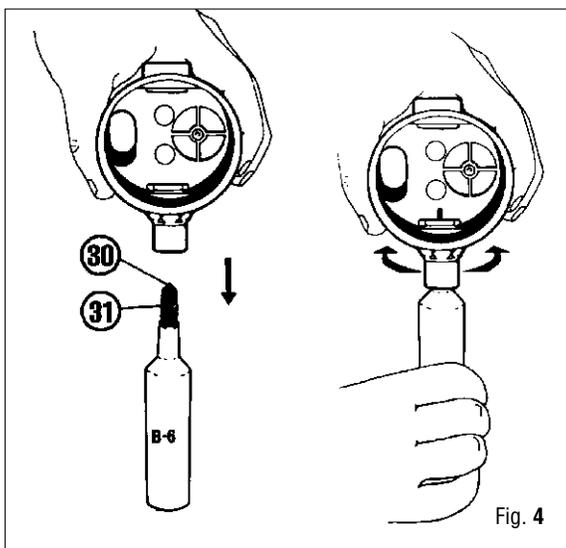

Fig. 4
7. Vuelva a montar correctamente hasta el tope el portapastilla (92) en la varilla de la válvula de la segunda etapa (30) y posicione la pastilla de goma (47).
8. Posicione en la herramienta especial (B-6) la válvula de la 2ª etapa completa y su muelle correspondiente (31).
9. Ejerciendo una ligera presión, posicione correctamente la válvula de la 2ª etapa con su muelle correspondiente en el manguito de la boca de la caja de la 2ª etapa. (Fig. 4)
PARA OBTENER UNA CORRECTA POSICIÓN DE LA VÁLVULA DE LA SEGUNDA ETAPA SE ACONSEJA ROTAR LA INSERCIÓN PORTALEVA (91) HACIA LA DERECHA Y HACIA LA IZQUIERDA. (Fig.4)